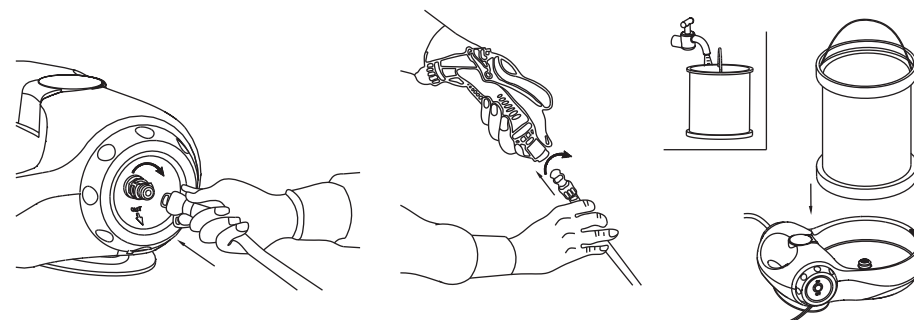

Рис.2
2. Установите мини-мойку на ровную поверхность, присоедините шланг высокого давления к штуцеру мойки, поворачивая его слева направо, далее соедините шланг со штуцером пистолета-распылителя, аналогично, - поворотом слева направо. Затем наполните ведро-трансформер чистой водой температурой от 10°C до 60°C, и аккуратно установите его в специальную нишу мини-мойки. - (рис.2)